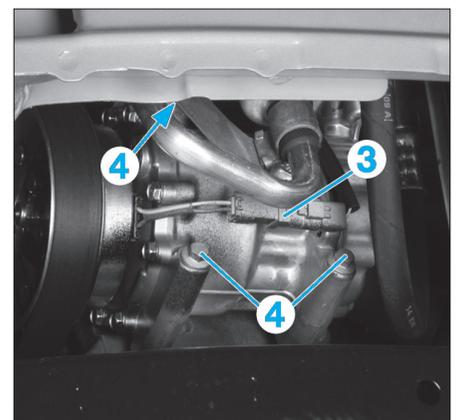

Fig. 8
- Débrancher le connecteur (3) (Fig.8).
- Déposer les vis (4) puis sortir le compresseur.